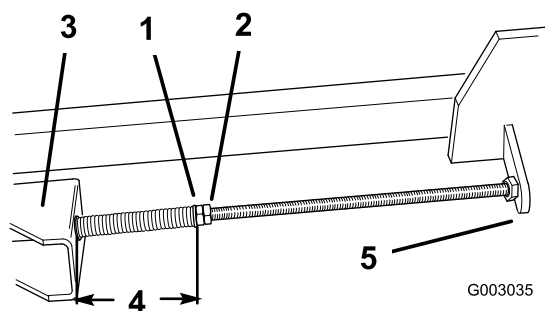

Figure 45
5. Desserrez les écrous de blocage sur les axes de réglage pour détendre la courroie de transmission, puis enlevez la courroie usagée des poulies (Figure 45).
8. Serrez l'écrou de blocage avant sur chaque axe de réglage jusqu'à ce que les ressorts soient complètement comprimés, environ 12 cm (4-3/4") entre la rondelle et la bague, puis desserrez les écrous de blocage d'un tour (Figure 45).
9. Resserrez les écrous de blocage arrière (Figure 45).